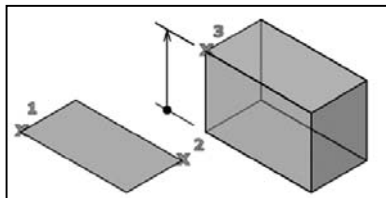

Рис. 4.2. Характерные точки при построении ящика
2. «Указать второй угол или [«Куб» / «Линейные»]: ...» — указать второй угол ящика или ввести опцию (рис. 4.2).